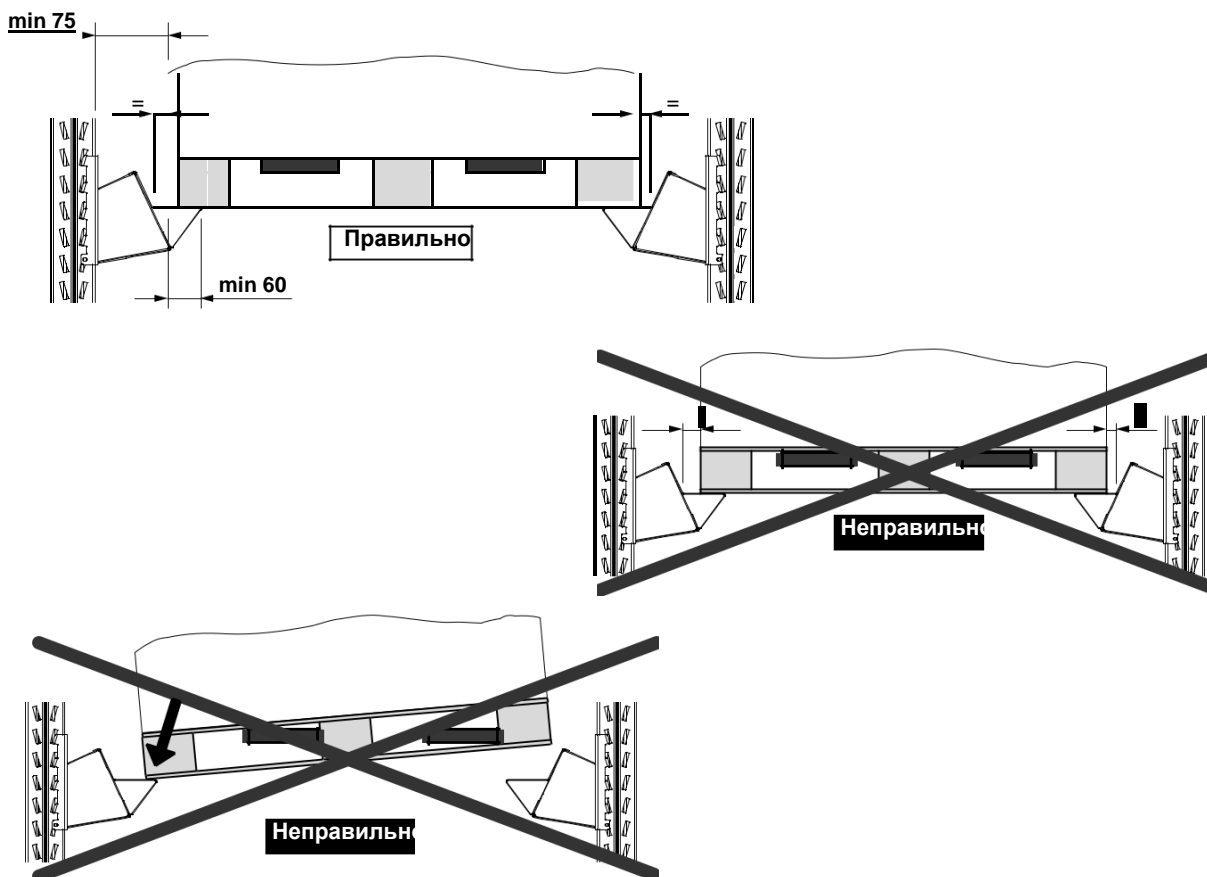

Рисунок 14 - Установка поддона на ложементы
- ▶ Не допускается установка грузовой единицы в ячейке стеллажа со смещением к одной из его сторон (рис. 14); Перед установкой грузовой единицы в стеллаж её необходимо устойчиво расположить на вилках.
Не допускается установка на ложементы грузовой единицы под наклоном (один край поддона перевешивает другой). Это может стать причиной повреждения одного из ложементов (рис. 14);